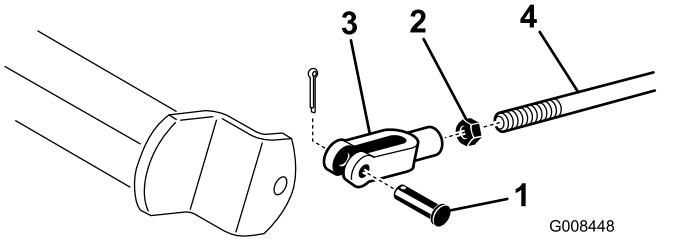

図 45
- コッターピンとクレビスピンドルを外して、ブレーキロッドを外す 図 45。
- ジャムナットをゆるめ、クレビスピンドルを調整する 図 45。
- クレビスピンドルをシャフトに取り付ける 図 45。